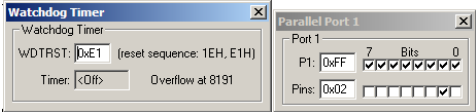

图 21-27 看门狗定时器未能及时清零
- (7) 当手动置 P1 端口为 0x02 时，由于长时间延时的作用，看门狗定时器无法及时清零，系统将强制复位，如图 21-27 所示。